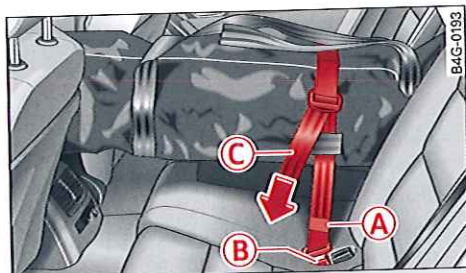

Fig. 87 Banquette arrière : fixation du sac
- ▶ Insérez le pêne de la sangle (A) du sac dans le boîtier de verrouillage de la ceinture de sécurité centrale arrière (B) ⇒ fig. 87.
- ▶ Tendez la sangle de fixation (C).